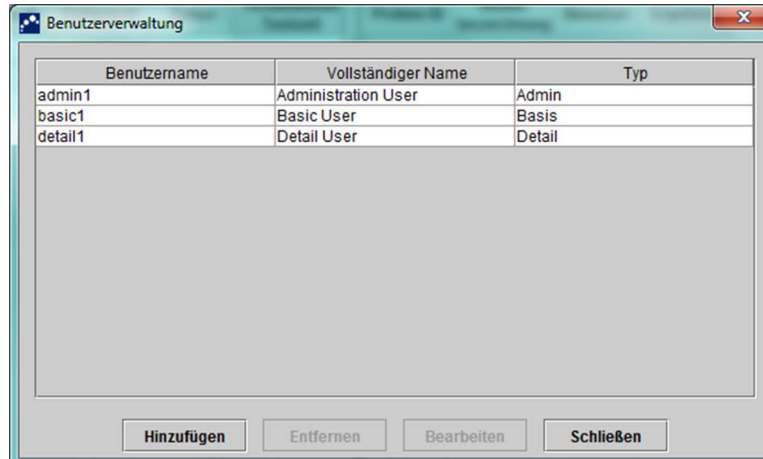

Abbildung 2-74. Dialogfeld „Benutzerverwaltung“
1. Klicken Sie auf dem GeneXpert Dx System-Fenster (vgl. Abbildung 2-55) im Menü **Setup** auf **Benutzerverwaltung**. Daraufhin wird das Dialogfeld „Benutzerverwaltung“ angezeigt. Siehe Abbildung 2-74.